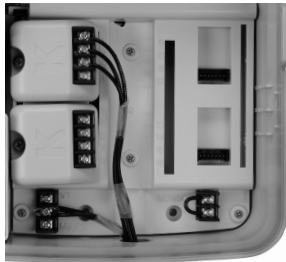

Abbildung 1
1. Verbinden Sie das Flachkabel des Moduls mit dem Anschluss im Gehäuse (Abb. 1), indem Sie den Flachkabelstecker in die dafür vorgesehene Buchse drücken. Dabei sollte der Anschlussblock zur Anschlussleiste in der Mitte des Gehäuses zeigen.